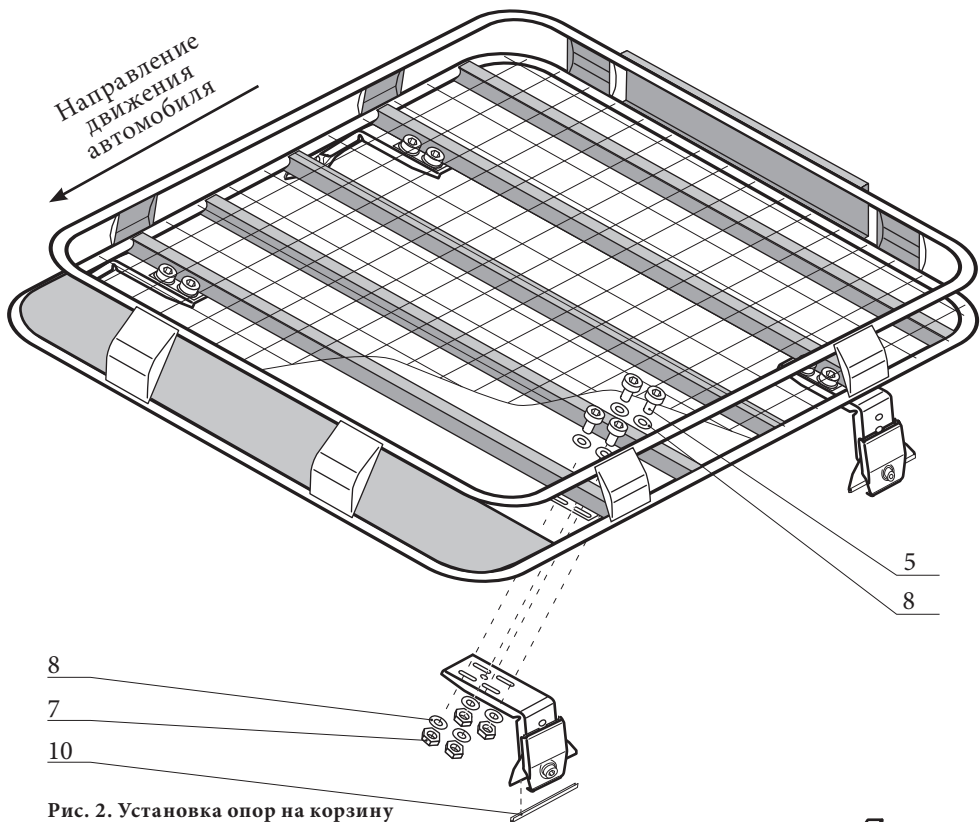

Рис. 2. Установка опор на корзину
2. Прикрепите собранную опору к корзине багажника в местах крепления, используя болт (5), шайбу (8) и гайку (7) - рис. 2.